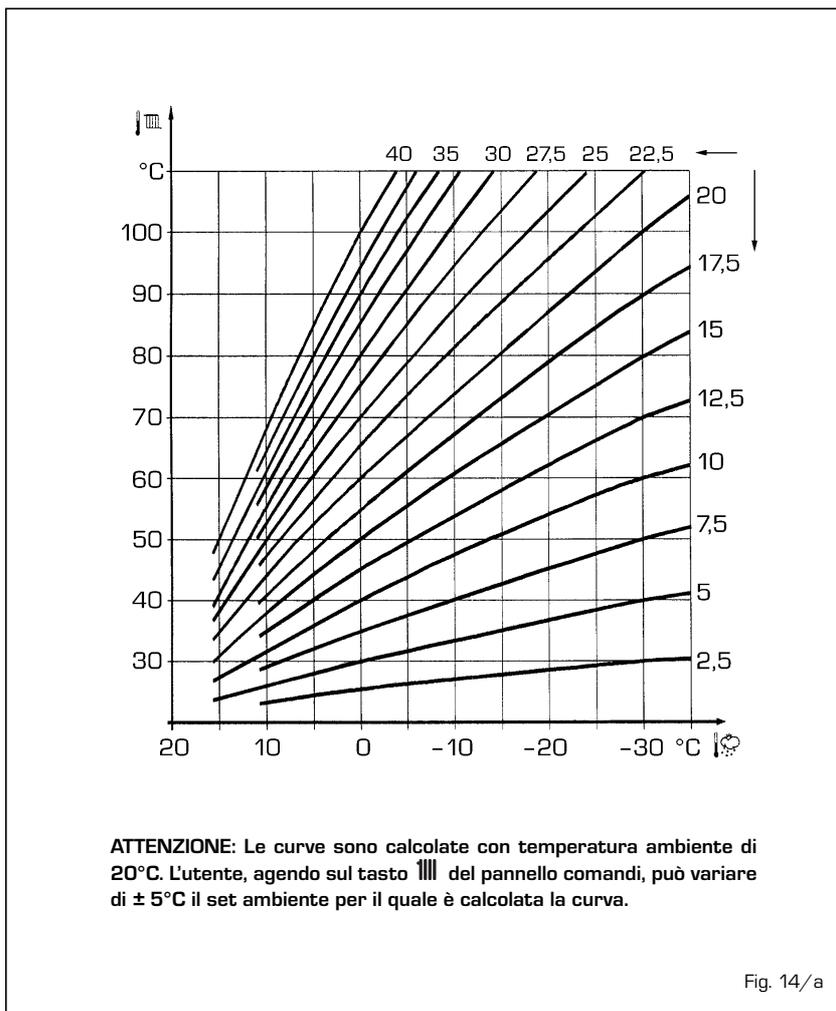

Fig. 14/a
3.3 SONDA ESTERNA COLLEGATA (fig. 14/a)
La curva climatica da impostare è selezionabile da un valore 3 a 40 (a step di 1). Aumentando la pendenza rappresentata dalle curve di fig. 14/a si incrementa la temperatura di mandata impianto in corrispondenza alla temperatura esterna.